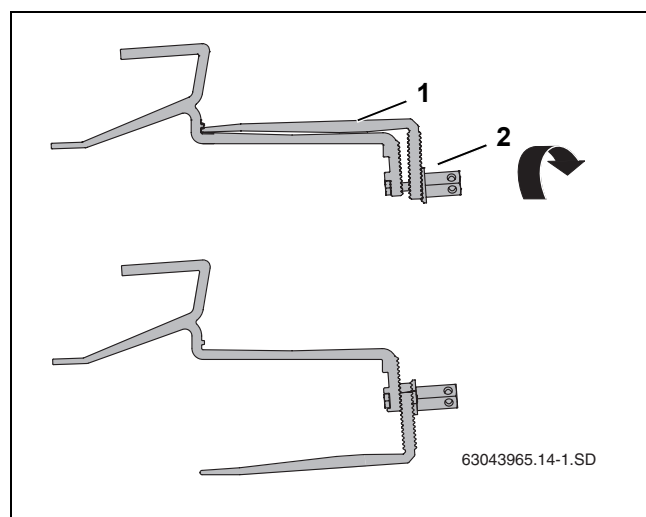

Fig. 12 Girar la parte inferior de los ganchos de tejado
- Suelte la tuerca larga (Fig. 12, [2]) del gancho de tejado y sitúe la parte inferior del mismo (Fig. 12, [1]) en la posición correcta.